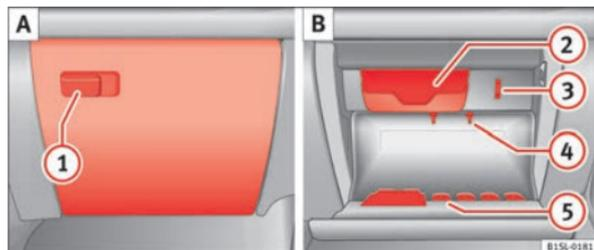

Abb. 75 Ablagefach mit Deckel auf der Beifahrerseite.
Zum *Öffnen* am Öffnungshebel ziehen ⇒ Abb. 75 (1).